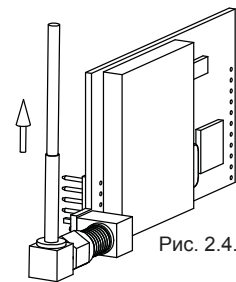

Рис. 2.4.2a
- 2) Прикрепите разъем антенны к радиоплате с помощью кабеля в направлении, показанном на рис. 2.4.2a.